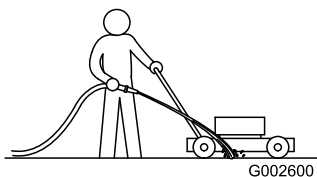

Figure 34
- Mettez le moteur en marche après avoir amené la machine sur une surface revêtue plane et dirigez un jet d'eau devant la roue arrière droite (Figure 34).